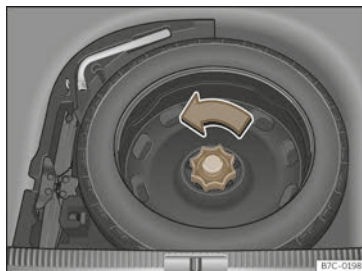

Abb. 243 Im Gepäckraum: hochgeklappter Ladeboden
- Drehen Sie das Handrad entgegen dem Uhrzeigersinn >>> (Abb. 243).